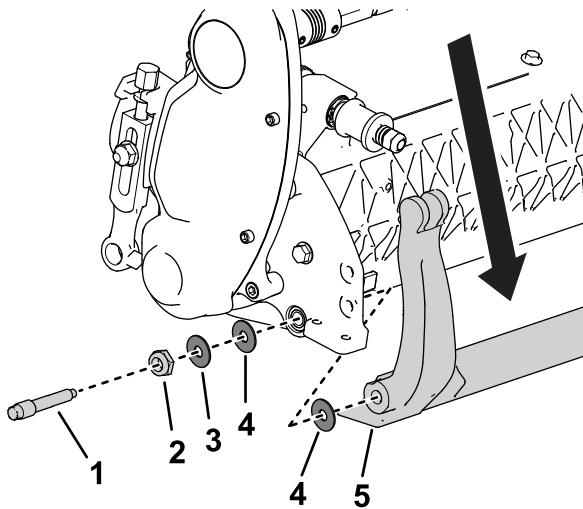

Bild 20
- Lösen Sie auf jeder Seite der Maschine die Sicherungsmutter, die in Bild 20 dargestellt ist.
- Nehmen Sie jede Schraube des Untermesserträgers ab, damit der Untermesserträger nach unten gezogen und von der Schneideeinheit entfernt werden kann (Bild 20).
Bewahren Sie die beiden Kunststoffscheiben und die Stahlscheibe an jedem Ende des Untermesserträgers auf (Bild 20).